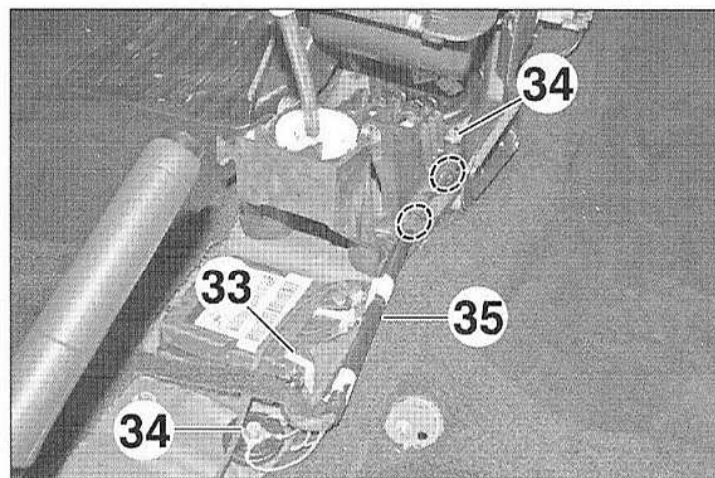
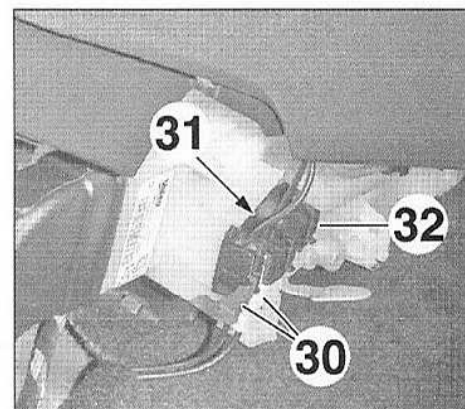

FIG.23
FIG.22
- Débrancher les connecteurs (30) (Fig.22).
- Déposer la vis (31).
- Déposer le module (32).
- Débrancher le connecteur (33) (Fig.23).
- Déposer les vis (34).
- Dégrafer le faisceau (35).